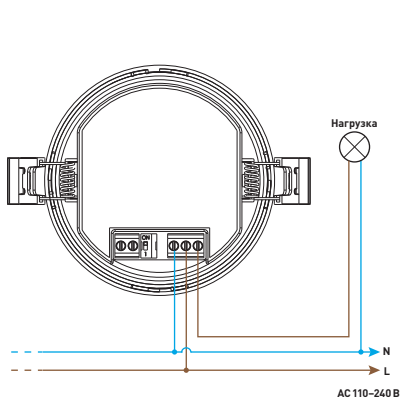
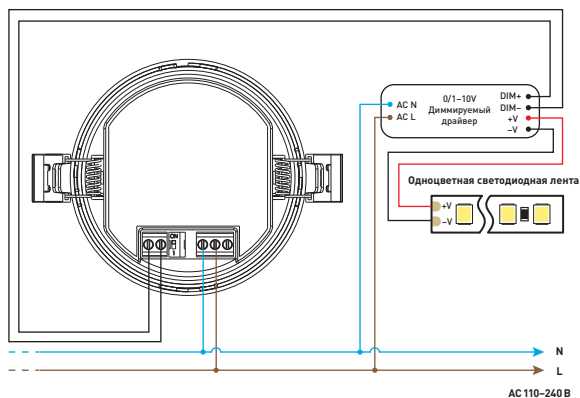

Рис. 1. Схема подключения датчика движения к недиммируемому источнику света (AC 100-240 В)
Рис. 2. Схема подключения датчика движения к диммируемому источнику света с управлением 0/1-10 В
- 3.2. Подключите датчик движения согласно схемам, приведенным на рис. 1 и рис. 2.